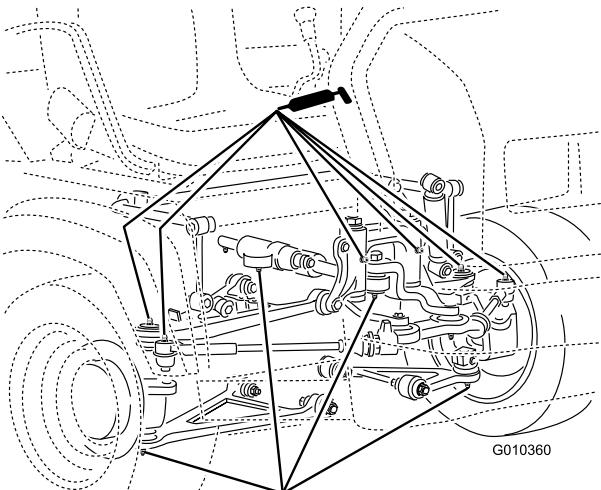

Figura 38
- Juntas de esferas (4), barras de ligação (2), montagens articuladas (2) e cilindro de direção (2) (Figura 38)